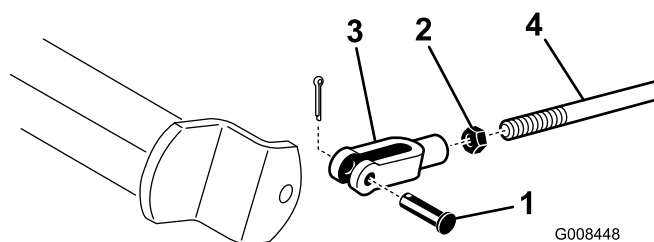

図 46
2. ブレーキが片効きであれば、コッターピンとクレビスピンを外して、ブレーキロッドを外す図 46。
3. ジャムナットをゆるめ、クレビスを調整する図 46。
4. クレビスをシャフトに取り付ける図 46。